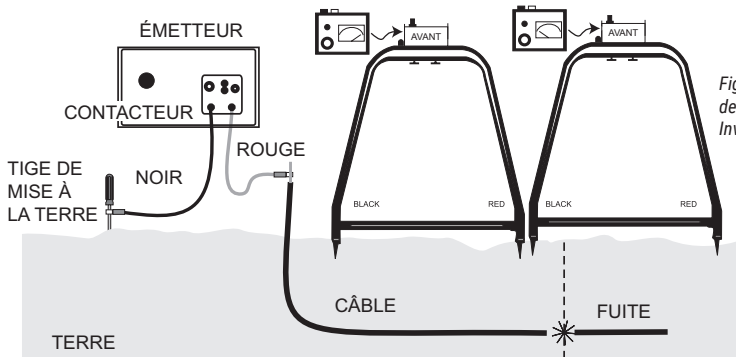
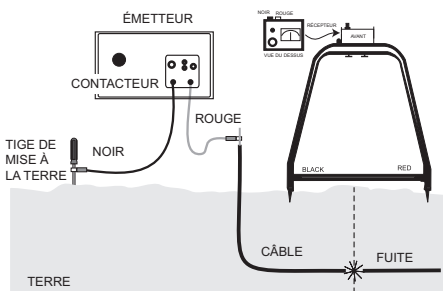

Figure 3. Chemin de câble-sonde - Inversion
Figure 4. Récepteur de remise à zéro - Premier essai
5. Allumez le récepteur. Vérifiez l'état de la batterie en appuyant sur le bouton de test de la batterie et observez le contrôleur. Enfoncez dans la terre les sondes du cadre en « A ». (Voir la figure 3.) Si toutes les sondes sont correctement mises à la terre, le récepteur s'activera en direction de la fuite (loin de l'émetteur) en synchronie avec le bippeur de l'émetteur. Réglez toujours la sensibilité du récepteur pour une lecture inférieure à la pleine échelle et corroborez les signaux sonores de l'émetteur avec les indications du contrôleur récepteur.
7. Pendant la vérification, vous observerez une inversion dans le contrôleur récepteur, un signal « noir », lorsque vous aurez passé la fuite. Déterminez l'emplacement exact en déplaçant le cadre en « A » vers le signal « noir » jusqu'à ce qu'il redevienne rouge. (Voir la figure 3.) Déplacez ensuite le cadre en « A » par petits incréments en direction du signal rouge jusqu'à ce qu'il redevienne noir ou nul. (Voir la figure 4.)
Remarque: Le récepteur indiquera une valeur nulle lorsque les sondes enjambent exactement la fuite. Marquez cet emplacement. (Voir les figures 4 et 5.)